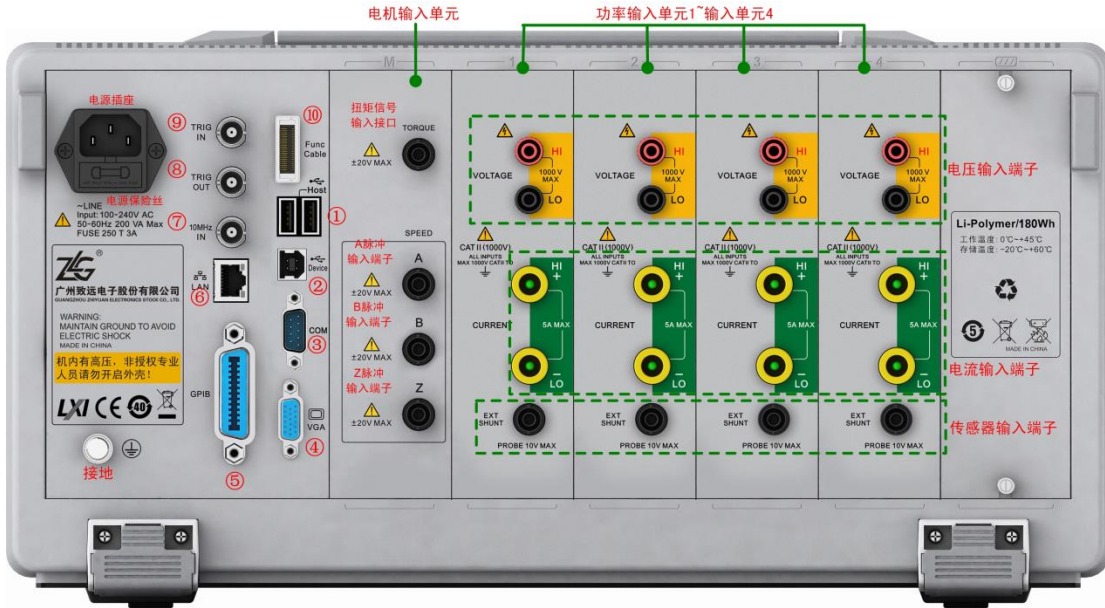

图 3.14 后面板说明
后面板如图 3.14 所示。
- **USB Host 接口**：如图 3.14 的标注①处所示，可用于连接 USB 存储器或 USB 键盘；
- **多机同步接口**。如图 3.14 的标注⑩处所示；
- **触发信号输入**。如图 3.14 的标注⑨处所示，可以发送给各子卡，用于子卡的同步触发；
- **触发信号输出**。如图 3.14 的标注⑧处所示；
- **10MHz 同步参考时钟输入**。如图 3.14 的标注⑦处所示。用户可使用 10MHz 同步时钟同步 PA2000mini 高精度功率分析仪；
- **千兆 LAN 接口**。如图 3.14 的标注⑥处所示。该接口为一路 10M/100M/1000M 以太网。右侧指示灯为数据传输指示灯，有数据传输时为黄色；左侧为链路指示灯，灯为绿色表示链路为 1000M 以太网；橙色表示为链路为 100M 以太网，灯灭则表示链路为 10M 以太网；
- **USB Device 接口**。如图 3.14 的标注②处所示，USB2.0 高速 Device 接口；
- **GPIB 接口**。如图 3.14 的标注⑤处所示。目前，本 GPIB 仅支持从机功能；
- **标准全功能串口**。速率最大支持 115200bps，如图 3.14 的标注③处所示；